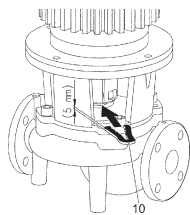

Fig. 13: Colocar o garfo de apoio à montagem
10. Colocar o garfo de apoio à montagem (Fig. 13, Pos. 10) entre a lanterna e o acoplamento. O garfo de apoio à montagem deve assentar sem folga.
13. Colocar o garfo de apoio à montagem (Fig. 13, Pos. 10) entre a lanterna e o acoplamento. O garfo de apoio à montagem deve assentar sem folga.